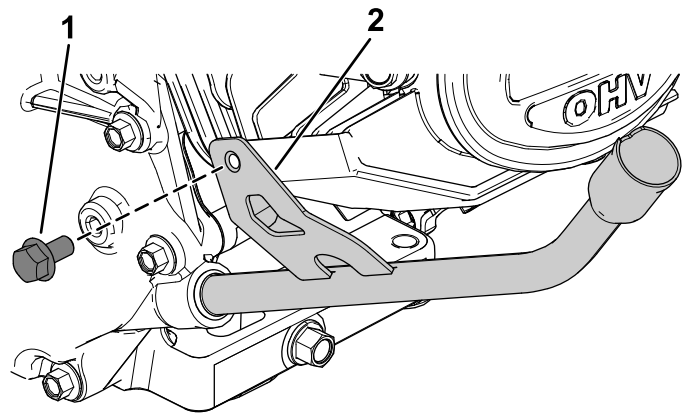

Bild 11
8. Drehen Sie das Peilstabrohr parallel zur Motorbefestigungsfläche und sichern Sie diese mit der zuvor entfernten Schraube (Bild 11).